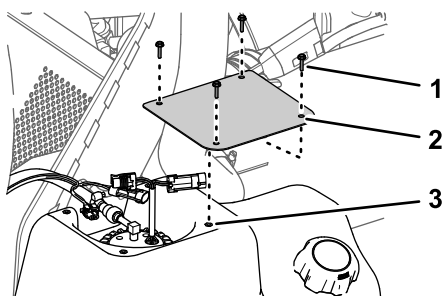

Figura 86
1. Monte la tapa en el depósito (Figura 86) con los 4 tornillos (Nº 10 x ¾") que retiró en el paso 2 de Retirada de la tapa de la bomba de combustible (página 65).